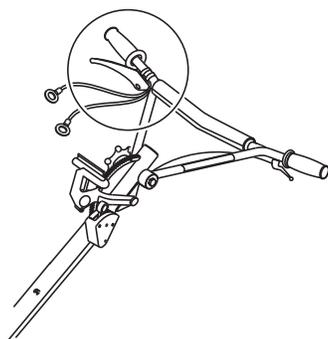

Figura 12. Reajustando la posición de la palanca
4. Si está equipada, vuelva a ajustar la posición de la palanca de presencia del operador en los manubrios (Figura 12).